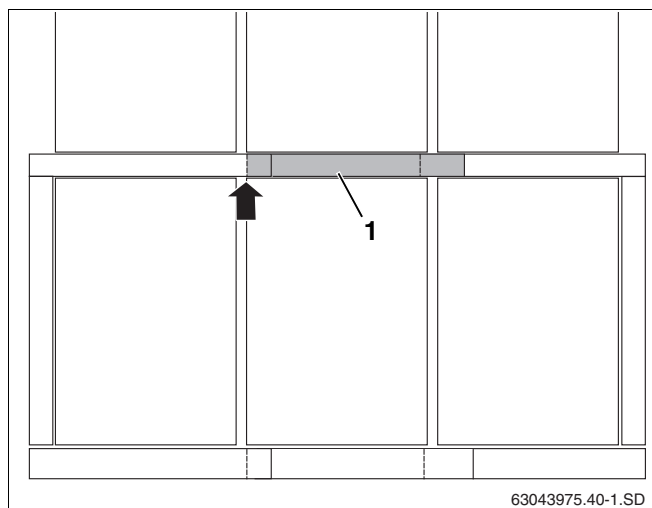

Fig. 52 Positionnement des tôles de recouvrement centrales
Avec plus de deux capteurs, des tôles de recouvrement centrales sont nécessaires (fig. 52, **pos. 1**) entre les rangées de capteurs. Celles-ci doivent être alignées à gauche avec le capteur (flèche).